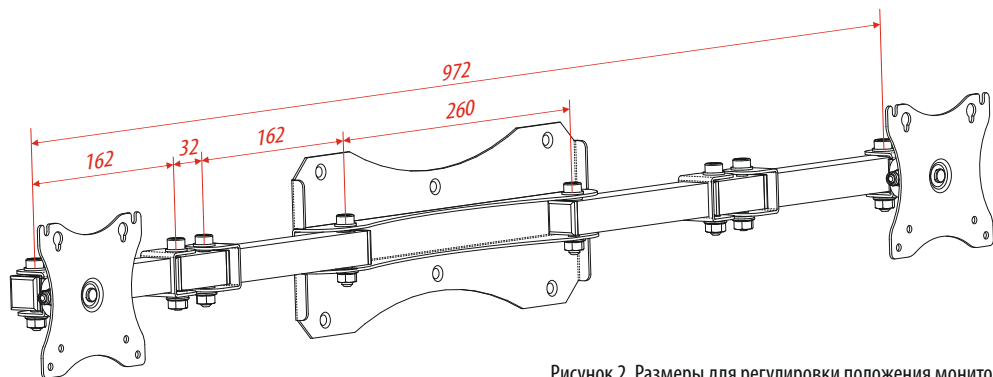

Рисунок 2. Размеры для регулировки положения монитора
- 4.7 Отрегулируйте положение мониторов (см. рис.2, 4). При необходимости подтяните осевые винты с помощью соответствующего шестигранного ключа и гаечного ключа.